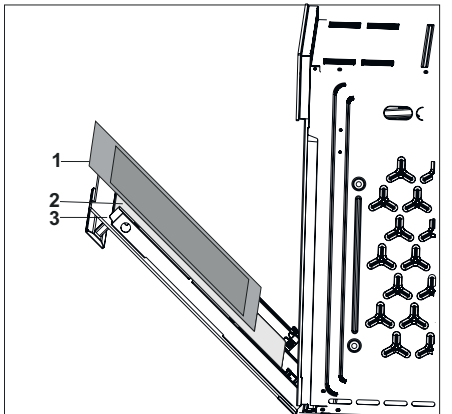

Abb. 37
- Entfernen Sie das innenliegende Glas der Backofentür, um es zu reinigen (Abb. 37). Verwenden Sie keine scharfen scheuernden Reinigungsmittel um das Backofenglas zu reinigen. (.)